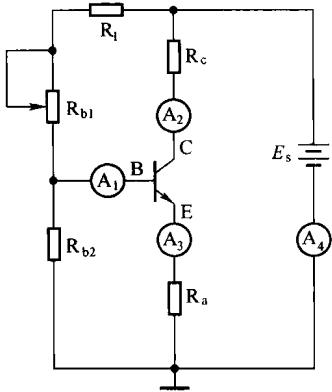

图 1-8 电量的测量
如图 1-8 所示（电路参数由指导老师给定）。
② 在图 1-8 中，如何使用功率表测量电源  $E_S$  的功率？画出其接线图。